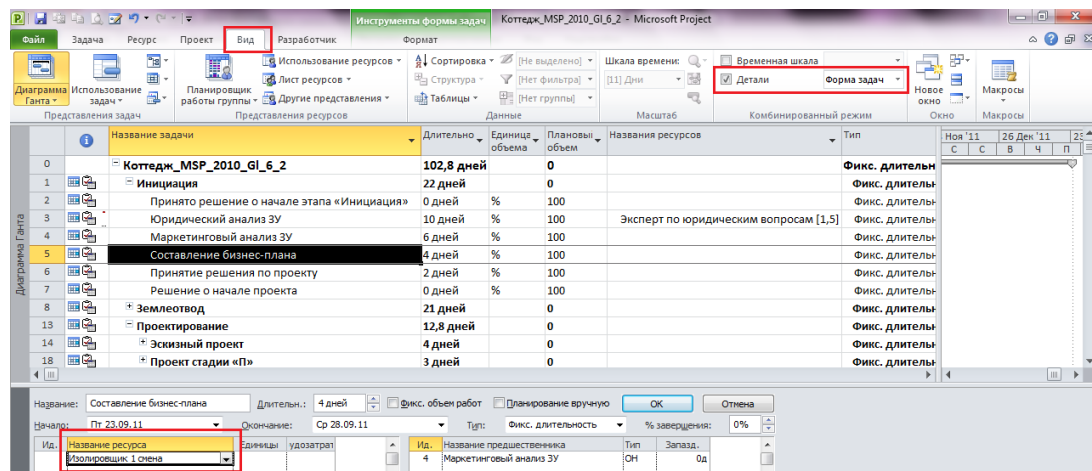

Рисунок 8.10 Назначение ресурсов в комбинированном режиме
5. На закладке «Вид» в области «Комбинированный режим» поставить галочку «Детали» и в нижней части окна выбрать ресурсы в колонке «Название ресурсов, Рисунок 8.10.